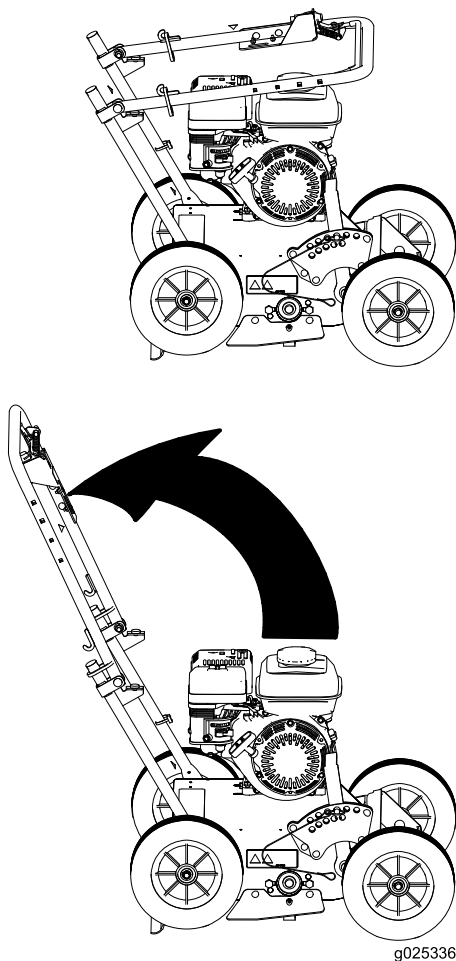

Figure 4
1. Élevez le guidon en position d'utilisation (Figure 4).
2. Descendez sur la partie inférieure du guidon les anneaux de blocage ovales situés de chaque côté de la partie supérieure pour verrouiller les deux parties ensemble (Figure 4).